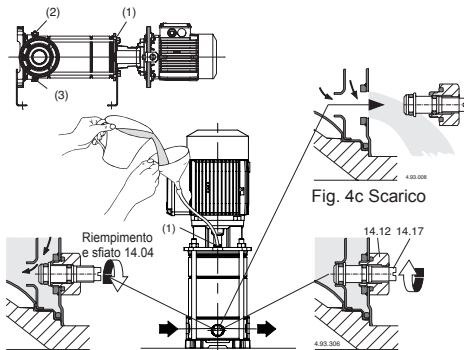

Fig. 4a Riempimento:
Con la **pompa sopra il livello dell'acqua** da sollevare (funzionamento in aspirazione, **fig. 3A**) o con un battente insufficiente (inferiore a 1 m) per aprire la valvola di non ritorno, riempire il tubo aspirante e la pompa attraverso l'apposito foro (1) (**fig. 4a,4d**).
Durante il riempimento tenere svitata la vite a spillo (14.17) nel tappo di scarico (14.12) per mettere in comunicazione la camera preme con la camera aspirante (**fig. 4a**).